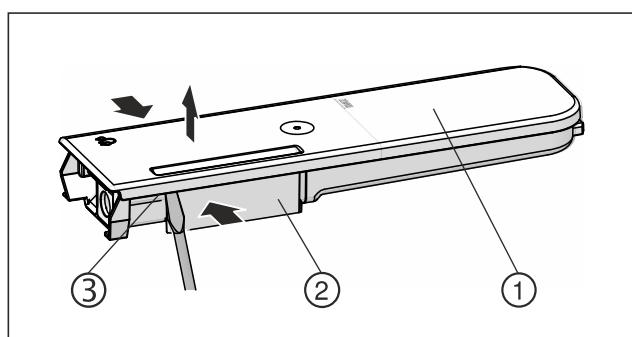

Fig. 151
- Stlačte zásobník na vodu Fig. 151 (2) a veko Fig. 151 (1) opatrne vypáčte a vytiahnite nahor cez západkové výstupky Fig. 151 (3).
- Vekom Fig. 151 (1) zľahka pohybujte sem a tam a odoberte ho smerom nahor.